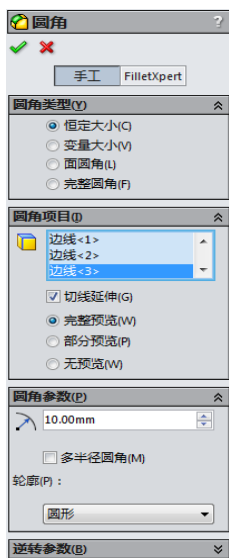

图 3-71 “圆角”属性管理器
**02** 设置属性管理器。此时系统弹出“圆角”属性管理器。在“圆角类型”一栏中，选取“等半径”复选框；在“圆角项目”一栏中的“多半径圆角”复选框，按照如图 3-71 所示进行设置。